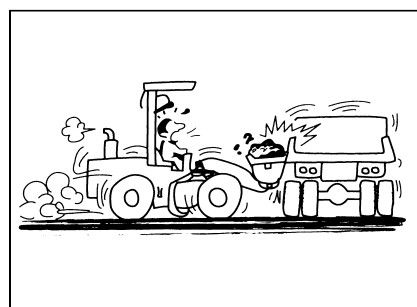

Рис. 1–64
- Перед началом движения задним ходом следует внимательно следить за задней зоной погрузчика (рис. 1–65).